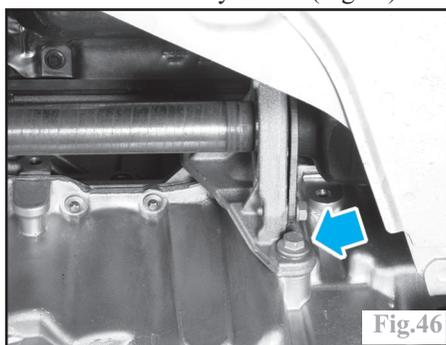

Fig.46
- la fixation du palier de la transmission droite sur le bloc-cylindres (Fig.46).